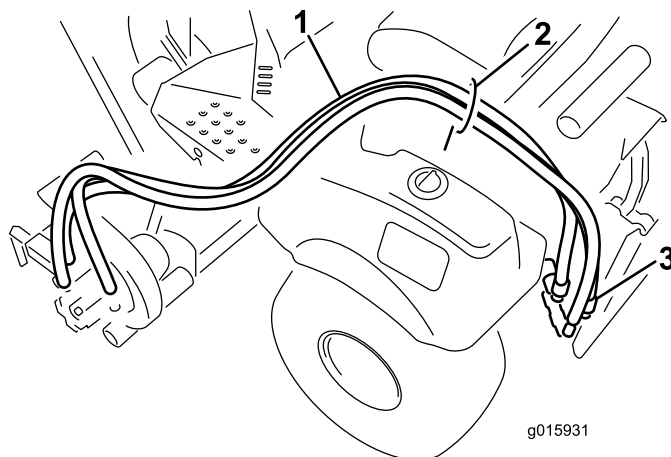

Figure 14
1. Faites passer les flexibles hydrauliques dans le guide-flexible et à l'arrière de la machine (Figure 14).
2. Branchez les flexibles aux raccords à distance arrière (Figure 14).